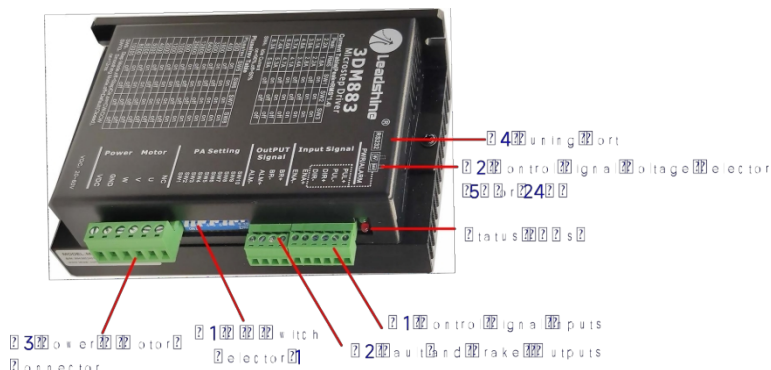

Figura 2: Ubicación de los conectores, interruptores DIP y LED
- (1) La señal ENA no está conectada por defecto;
- (2) La amplitud de la señal de control es de 24 V por defecto. Si es de 12 V, ajusta primero el selector S2 (Figura 2) a 5 V y, a continuación, conecta una resistencia de 1 kΩ; si es de 5 V, ajusta el selector S2 a 5 V.
El segundo selector de 1 bit se encuentra en la parte superior (S2 en la figura 2) y se utiliza para configurar la tensión de las señales de control. Por motivos de seguridad en el acoplamiento óptico, el ajuste de fábrica es de 24 V, lo que evita tener que conectar resistencias de 2 k Ω como en los antiguos variadores, lo que facilita su uso. Cuando la tensión de la señal de control es de 5 V, el selector S2 debe ajustarse a 5 V; de lo contrario, el motor no funcionará.